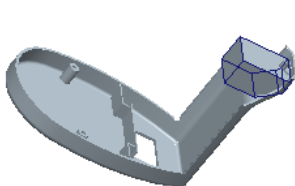
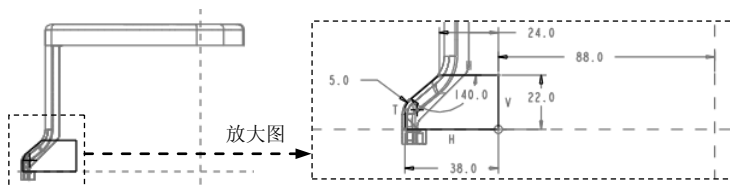

图 26.17 创建拉伸曲面
图 26.18 截面草图
Step1. 通过拉伸的方法创建图 26.17 所示的曲面。
(1) 单击 **分型面** 功能选项卡 **形状** ▾ 区域中的  按钮，此时系统弹出“拉伸”操控板。
(2) 定义草绘截面放置属性。右击，选择菜单中的 **定义内部草绘...** 命令；选择 MOLD_FRONT 基准平面为草绘平面，然后选取 MOLD_RIGHT 基准平面为参考平面，方向为 **右**。单击 **草绘** 按钮。
(3) 进入草绘环境后，绘制图 26.18 所示的截面草图。完成特征截面的绘制，单击“草绘”操控板中的“确定”按钮 .
(4) 设置深度选项。在操控板中选取深度类型 ，在深度值文本框中输入深度值 25。
(5) 在操控板中单击 **选项** 按钮，在“选项”界面中选中 ☒ 封闭端 复选框。
(6) 在“拉伸”操控板中单击 按钮，完成特征的创建。